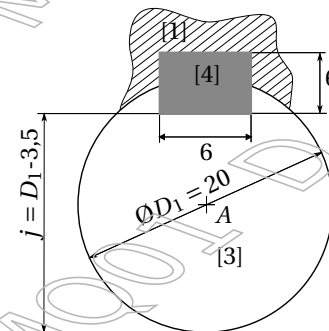

FIG. 3. Coupe de l'assemblage
- Les dimensions sont données en mm sur la figure 3 ;